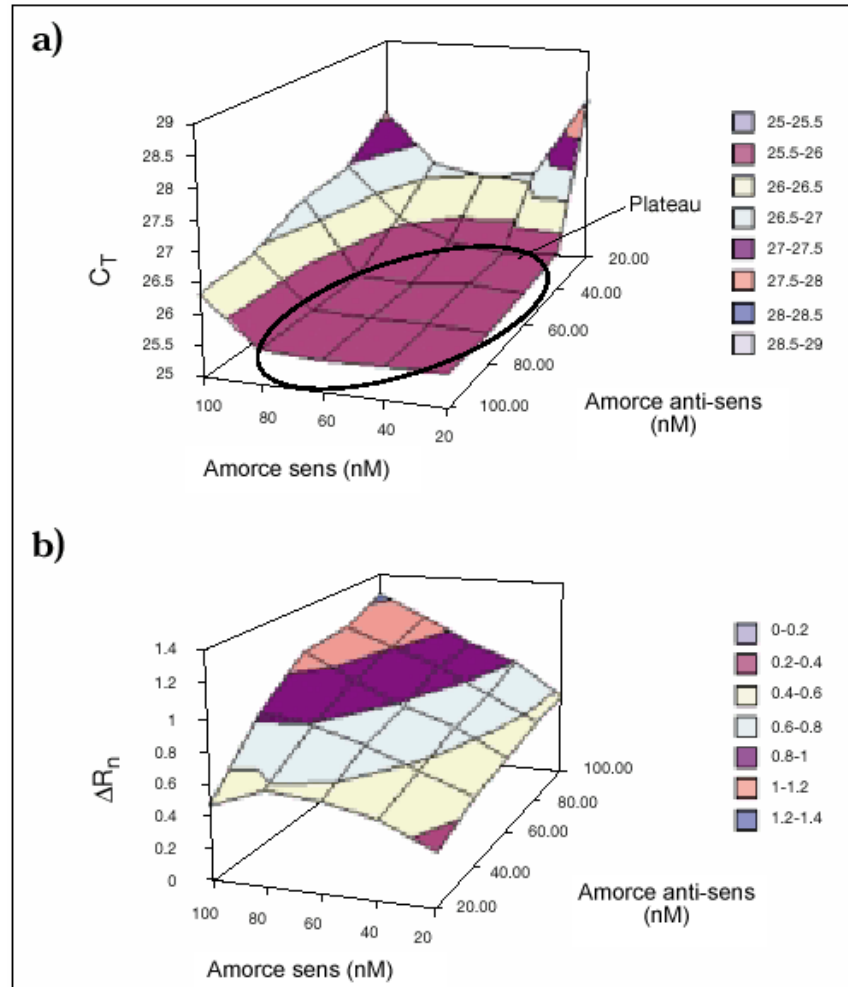

Figure B-1 Résultats de l'expérience de matrice de limitation des amorces
**Exemple** Les résultats d'une expérience de matrice de limitation des amorces sont indiqués dans la Figure B-1 à la page B-3 :